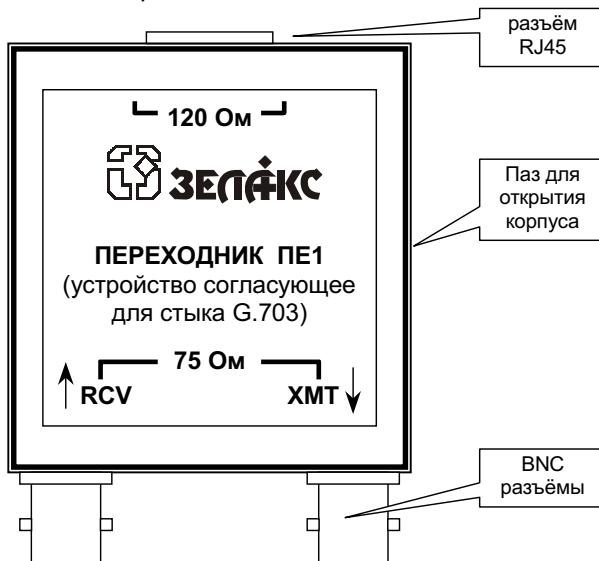

Рис. 1 Внешний вид переходника ПЕ1
1. Вставить плоскую отвертку или нож подходящего размера в паз, расположенный в боковой стенке корпуса (см. Рис. 1), и повернуть. Корпус переходника раскроется.